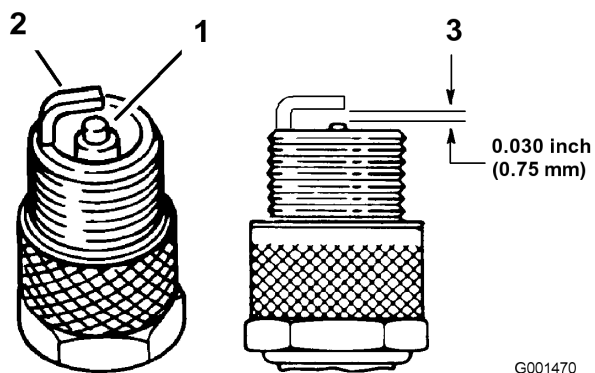

Figura 30
3. Compruebe la separación entre los electrodos central y lateral (Figura 30). Si la distancia no es correcta, doble el electrodo lateral (Figura 30).
3. Conecte los cables a las bujías (Figura 30).
1. Mire la parte central de las bujías (Figura 30). Si se observa un color gris o marrón claro en el aislante, el motor está funcionando correctamente. Si el aislante aparece de color negro, significa que el limpiador de aire está sucio.